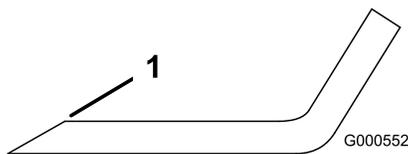

Figura 117
- Utilice una lima para afilar el filo de corte en ambos extremos de la cuchilla (Figura 117).
**Nota:** Si la cuchilla no está equilibrada, rebaje algo el metal en la parte de la vela solamente (Figura 117).